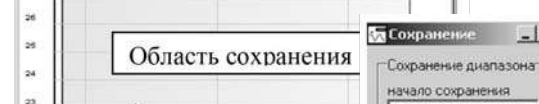

Рис.17
- **кнопка сохранение** - выводит диалоговое окно "сохранение", меняется режим графика (на графике отображается квадрат выделения ограниченный синей и красной линиями), во время сохранения графика невозможно его масштабирование (рис. 17, 18). Окно состоит из двух строк вывода (начало сохранения и конец сохранения) и двух кнопок ("сохранить" и "сохранить все данные").